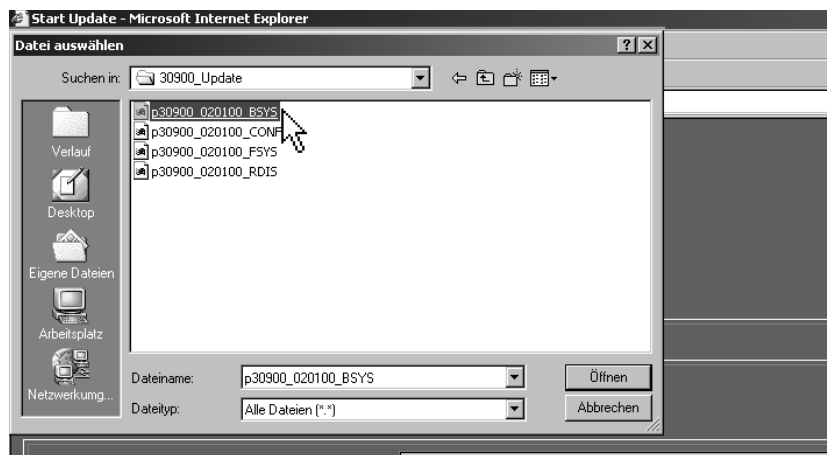

Bild 5-12: Dialog zum Auswählen der Update-Datei
- Wählen Sie über den jetzt angezeigten Dialog das Verzeichnis (z. B. „C:\30900_Update“) aus, in dem Sie die **vier** erforderlichen Update-Dateien abgelegt haben. Klicken Sie die Datei **„p30900_xxxxxx_BSYS“** als erstes an und klicken Sie anschließend auf „Öffnen“ (siehe Bild 5-12). „xxxxxx“ steht dabei für die Versionsnummer (siehe Abschnitt 4.5.).